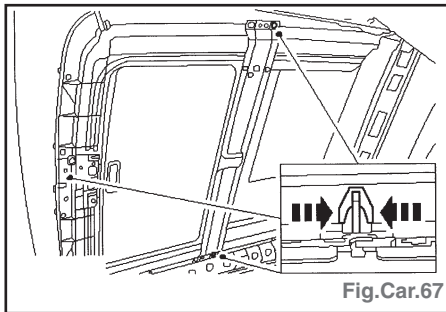

Fig.Car.67
- Déposer le panneau de toit ouvrant (avec l'aide d'un autre technicien, comprimer les pattes des deux clips de fixation et abaisser le panneau de toit ouvrant) (Fig.Car.67).